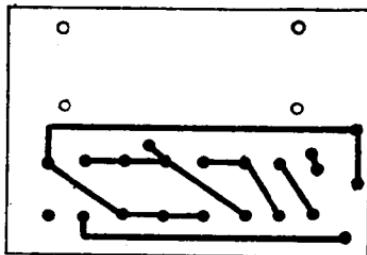

图 2
(1) 用一张 100×45 毫米的牛皮纸，在扁磁棒上绕上几圈，边绕边涂上一层胶水。待线圈干透后，用 $\phi 0.07 \times 7$ 股丝漆包线在它上面密绕 64 圈为 L_1 ，再用同号线紧贴线圈 L_1 的中部位置密绕 8 圈为 L_2 。线圈绕好后用蜡封住，防止松散和受潮。把丝漆包线的每股线头用细砂皮轻轻砂干净，上好锡。
(2) 找一块 40×50 (毫米)²的胶木板，按图 2 所示的电